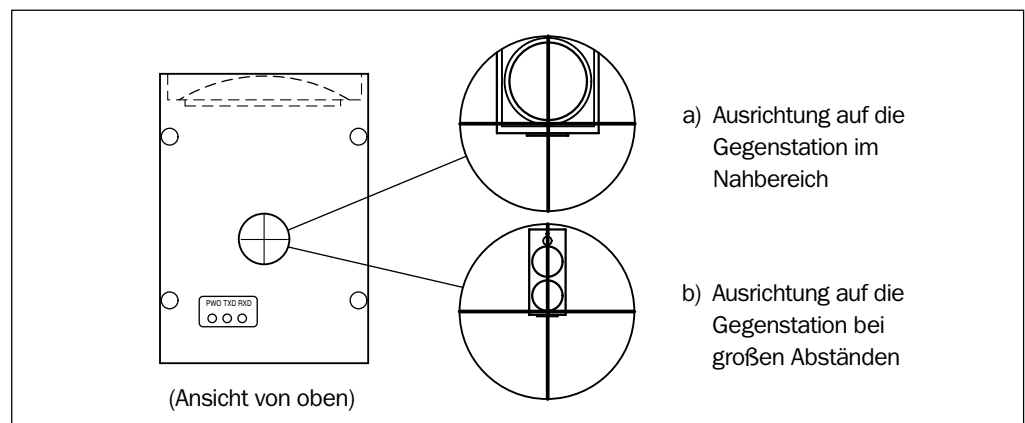

Abb. 4-4: Verwendung der optischen Justierhilfe (Fadenkreuz) einer Geräteeinheit
Beide Geräteeinheiten jeweils so ausrichten, dass die gegenüberliegende im Fadenkreuz wie unter a) in *Abb. 4-4* erscheint.
2. Dann die Mobilstation sowohl in den mittleren als auch in den maximal in der Anwendung vorkommenden Abstand (gerätetechnische Grenzen des ISD beachten) fahren. Beide Geräteeinheiten jeweils erneut so ausrichten, dass die gegenüberliegende im Fadenkreuz wie unter b) in *Abb. 4-4* erscheint.
- Jede Geräteeinheit jeweils so ausrichten, dass die gegenüberliegende im Fadenkreuz bei Einsatz wie unter b) in *Abb. 4-4* erscheint.